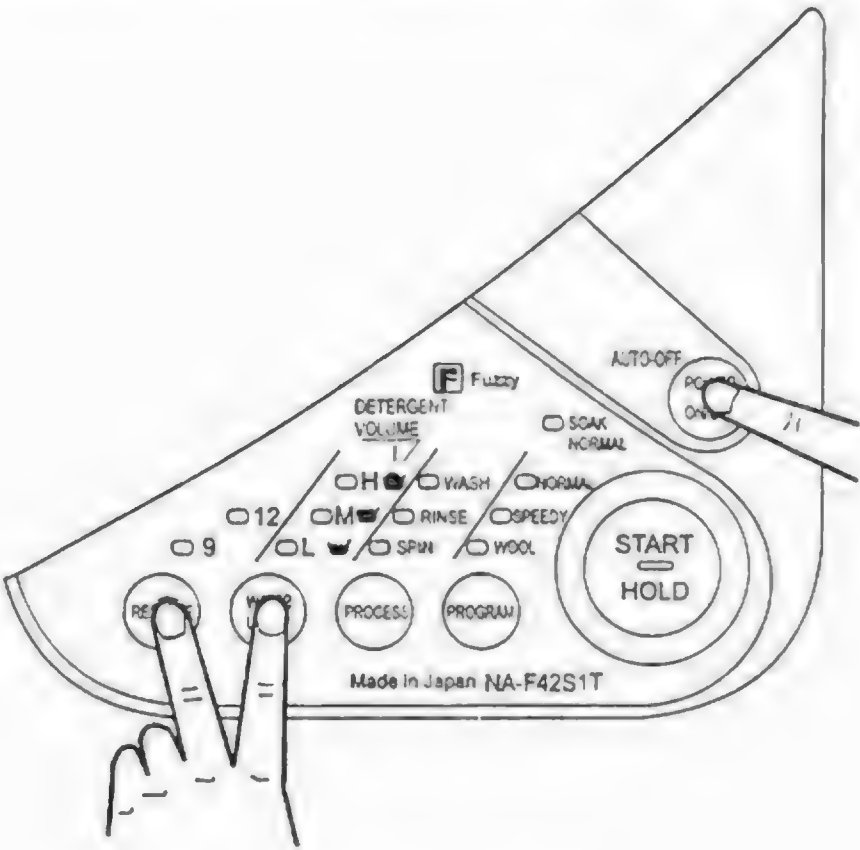

Рис. 3.13.22. Вход в тестовый режим
- другой рукой кнопку "ВКЛ/ВЫКЛ" переводят в положение "ВКЛ" (рис. 3.13.22);